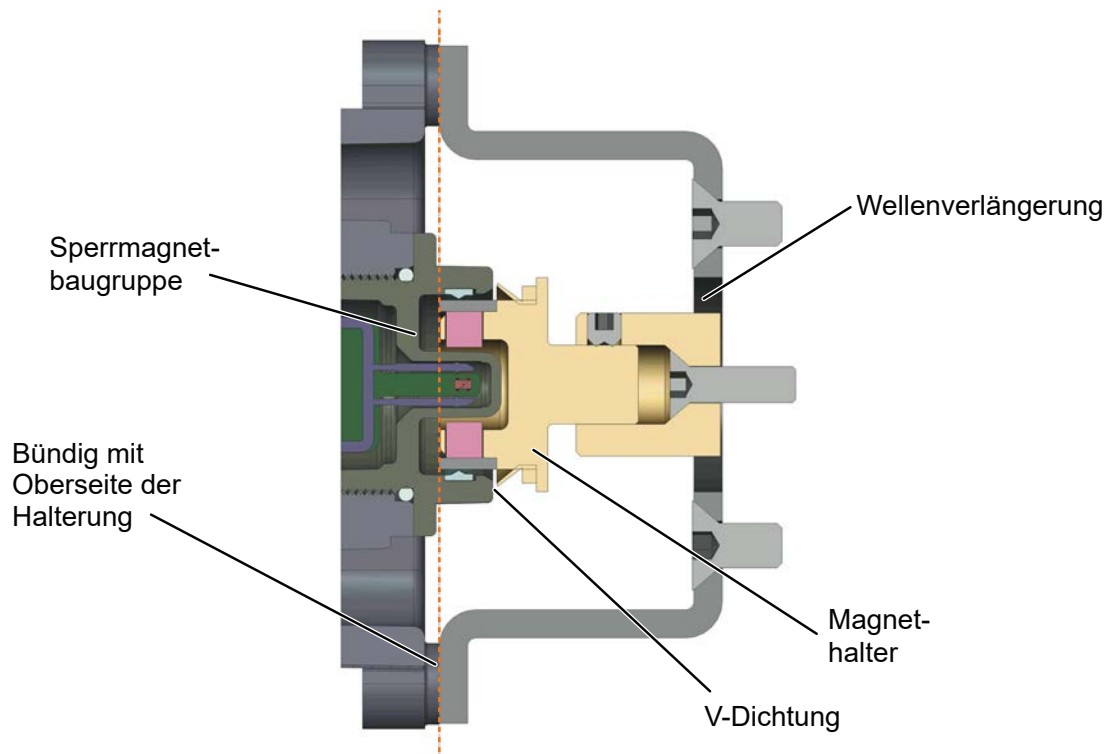

Abbildung 10: Camflex II-Drehregelventil mit Montagehalterung (Seitenansicht)
6. Richten Sie das Ende des Magnethalters bündig mit dem Ende der Montagehalterung aus (gestrichelte rote Linie in Abbildung 10 auf Seite 29). Befestigen Sie den Magnethalter mit Hilfe eines Inbusschlüssels 6 mm mit zwei Stellschrauben M6.